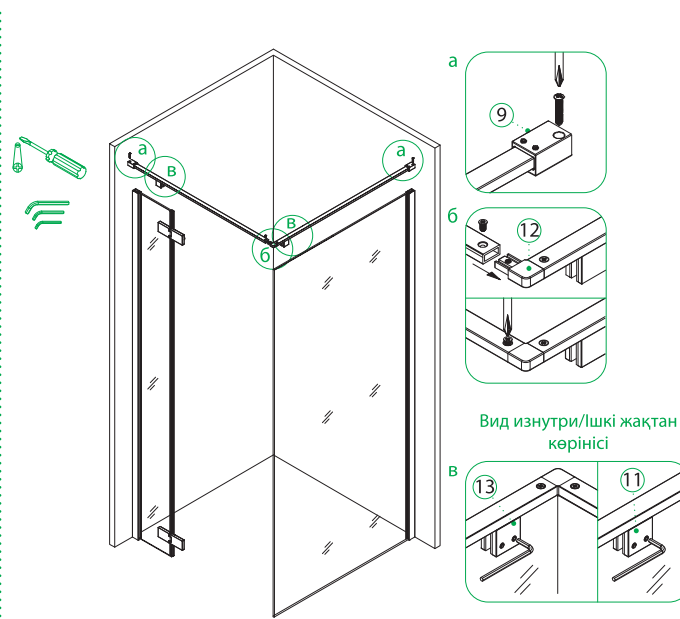

Рис. 11/11-сур.
- Соберите верхнюю конструкцию ограждения, крепко закрепив верхние заглушки пристенных профилей (№9, рис. 11-а) и угловой коннектор (№12, рис. 11-б), также слегка закрепите верхние держатели стекла (№11, №13) для последующей регулировки (рис. 11-в).